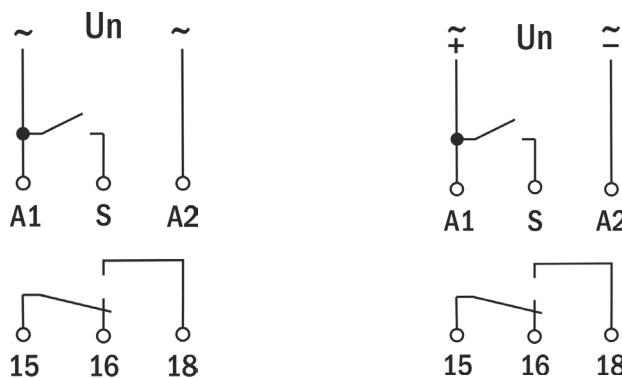

Рисунок 4 – ARK5-XI-A230
2. Подключите реле времени согласно схеме подключения (рис. 4 и 5).